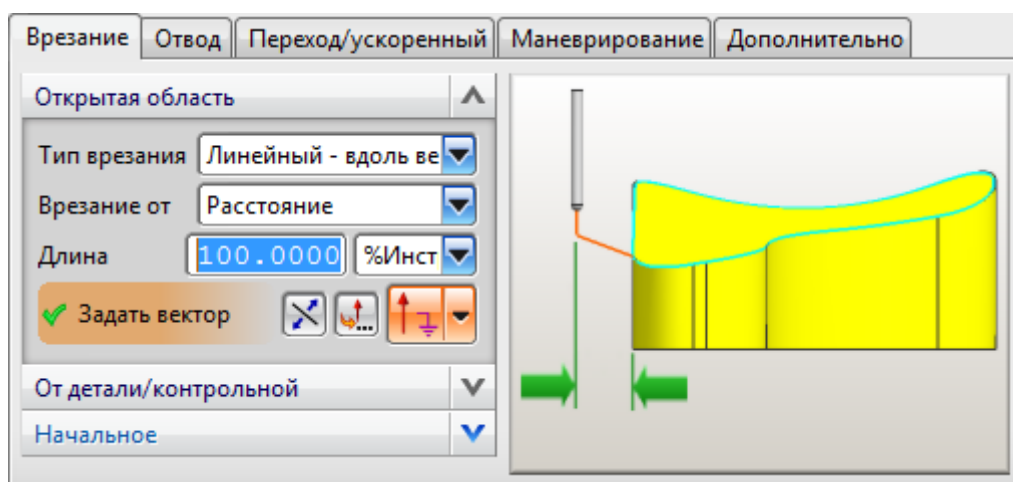

Рис. 2.29. Настройки врезания и отвода инструмента
- в настройках *Вспомогательные перемещения* задайте врезание и отвод инструмента (см. рис. 2.29);